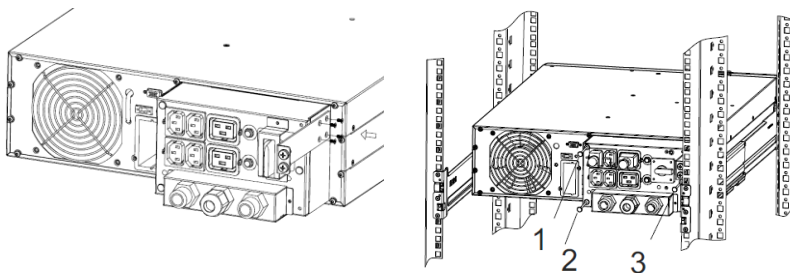

Abbildung 35: Ausbau XANTO S 6000, Schritt 2/3
2. Schrauben Sie den Hilfwinkel an die PDU und trennen Sie diese von der USV-Anlage. Lösen Sie hierzu 3 Schrauben. Schrauben Sie die PDU an das Rack (siehe Abbildung 35).